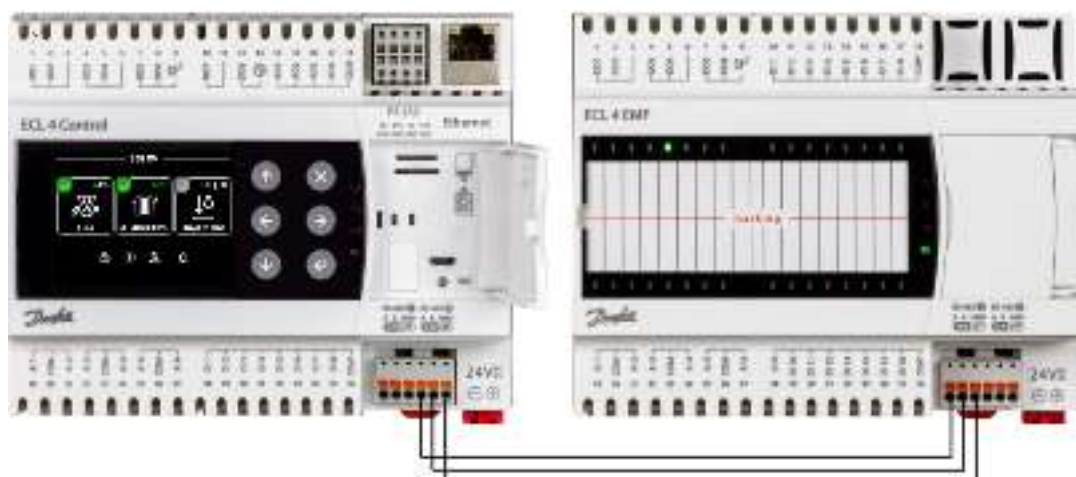

Рис.18. Контроллер ECL4 Control 368R ПЧ Ethernet с подключенным модулем ECL4 EMF.
В комплект поставки ECL4 Control 368R ПЧ входит контроллер ECL4 Control и модуль расширения ECL4 EMF. Коммуникационной шиной для этих устройств служит линия RS-485 между портами RS-485 ② ECL4 Control и RS-485 ① на ECL4 EMF (Рис.18). Данное соединение является фиксированным и не требует дополнительной настройки в программном обеспечении. Благодаря наличию нескольких коммуникационных портов, ECL4 Control 368R ПЧ обладает расширенными возможностями по сбору данных на уровне объекта и передаче данных в систему верхнего уровня (Табл.8).